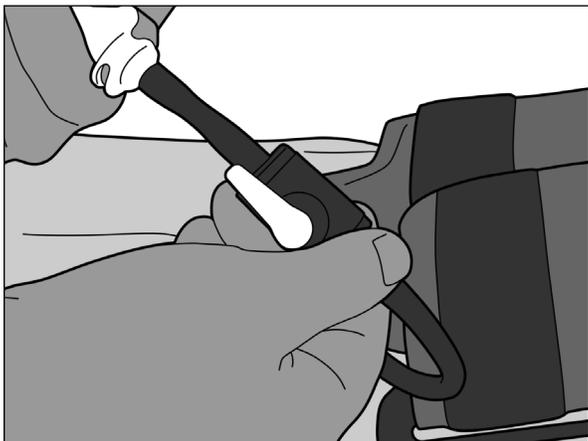

Рис. 12
5. Через 2 минуты откройте клапан, повернув его на одну линию с трубкой (рис. 12).